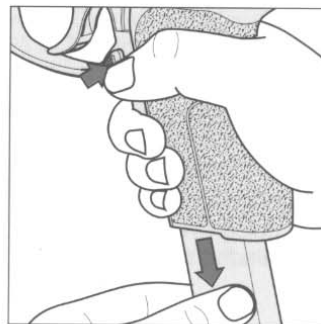

Abb. 2
3. Magazinhalter **24** betätigen und Magazin entfernen (Abb. 2).
2. Magazinhalter **24** betätigen und Magazin entfernen (siehe Abb. 2, Seite 9).